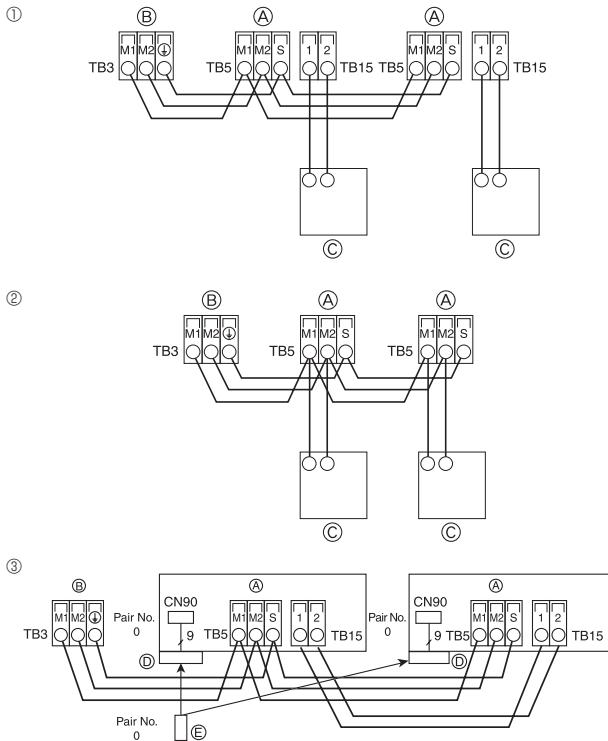

Fig. 4-5
4.4. Conexión de los cables de transmisión del mando a distancia y de las unidades exterior e interior (Fig. 4-5)
① Mando a distancia MA
② DC 9 a 13 V entre 1 y 2 (Mando a distancia MA)
③ Controlador remoto inalámbrico (al instalar un receptor de señales inalámbricas)